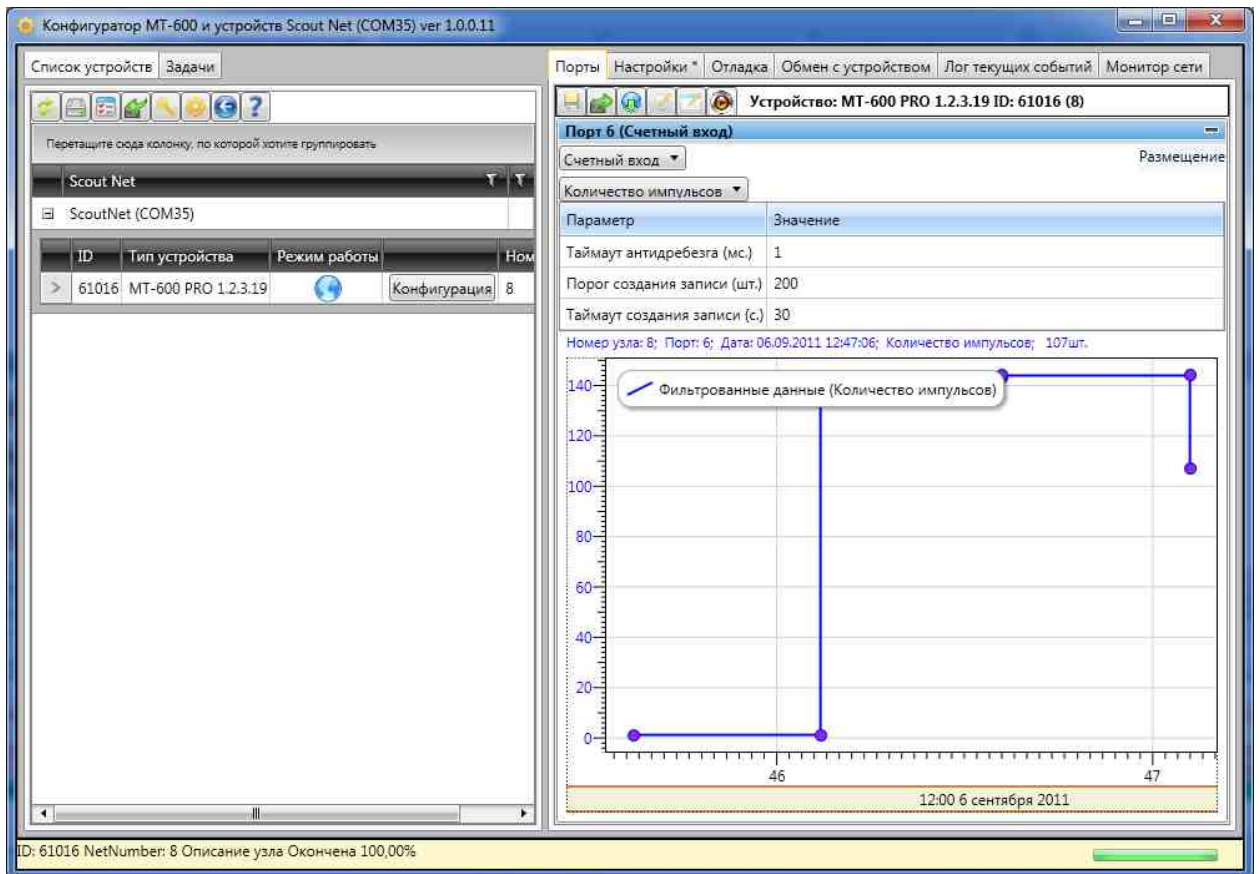

Рисунок 1
- 3.2. Во вкладке периферия для входа Р6 устанавливаются настройки (Рис. 1):